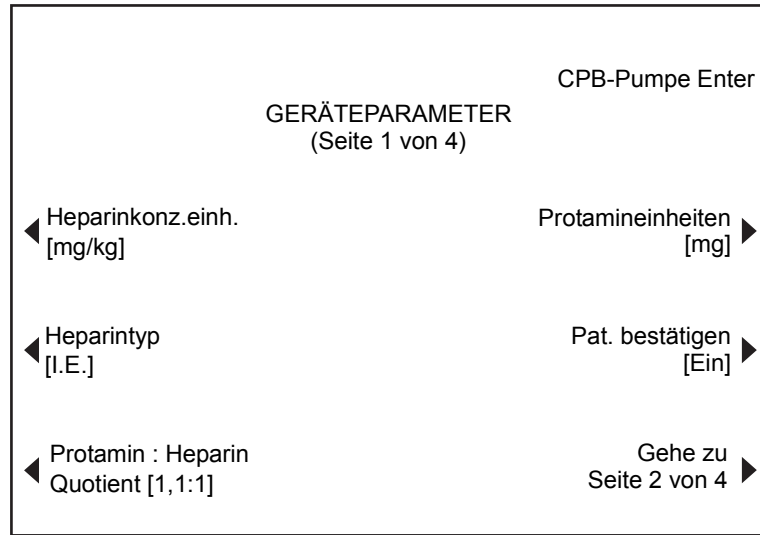

Abbildung 3-5. Bildschirm GERÄTEPARAMETER (Seite 1)
1. Drücken Sie im Bildschirm HAUPTMENÜ die Funktionstaste **Geräteparameter**, um den ersten Bildschirm GERÄTEPARAMETER aufzurufen (siehe Abbildung 3-5).
2. Es gibt vier (4) Bildschirme für Geräteparameter. Die Bildschirme 1 bis 3 heißen GERÄTEPARAMETER. Der vierte Bildschirm heißt STANDARD-PROTOKOLL-PARAMETER.